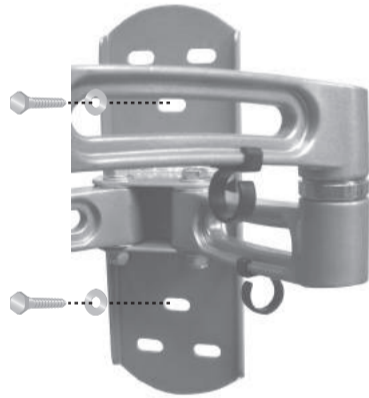

Fig. 1 – Pegar la placa a la pared
5. Colocar de nuevo el soporte contra la pared y fijarlo usando los tornillos barraqueros (Q) y las Arandelas para tornillos barraqueros (R) suministradas (véase Fig. 1). No apretar excesivamente estos tornillos y no soltar el soporte antes de haber colocado todos los tornillos.
4. Introducir un anclaje para muro de cemento (P) en cada hueco en modo que quede fijado a la superficie de cemento. Se puede usar un martillo para empujar ligeramente los anclajes en el muro, si es necesario.
5. Colocar de nuevo el soporte contra la pared y fijarlo usando los tornillos barraqueros (Q) y las arandelas para tornillos barraqueros (R) suministradas (véase Fig. 1). No apretar excesivamente estos tornillos y no soltar el soporte antes de haber colocado todos los tornillos.